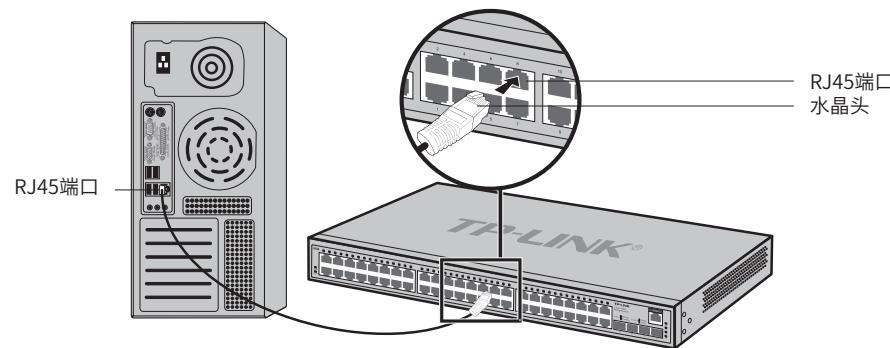

图3-1 RJ45端口连接示意图
- 将网线一端连接到交换机，另一端连接到对端设备，如图3-1所示；